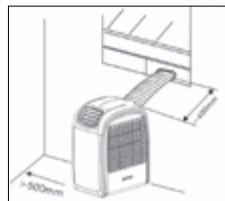

Рис. 1.
- 1) Обеспечить свободное пространство не менее 50 см с фильтрующей стороны устройства. (рис.1).